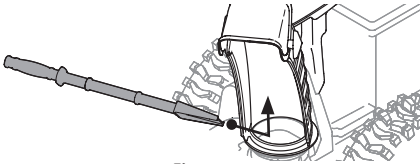

Figure 78
4. Utilisez le côté en forme de pelle de l'outil de dégagement pour déplacer et retirer la neige et la glace accumulées à l'intérieur et autour de la goulotte. Utilisez toujours l'outil de dégagement de la goulotte (pièce no 931-2643). N'utilisez jamais vos mains. Consultez le document Pièces et garantie pour commander l'outil de dégagement de la goulotte. Voir Figure 78.